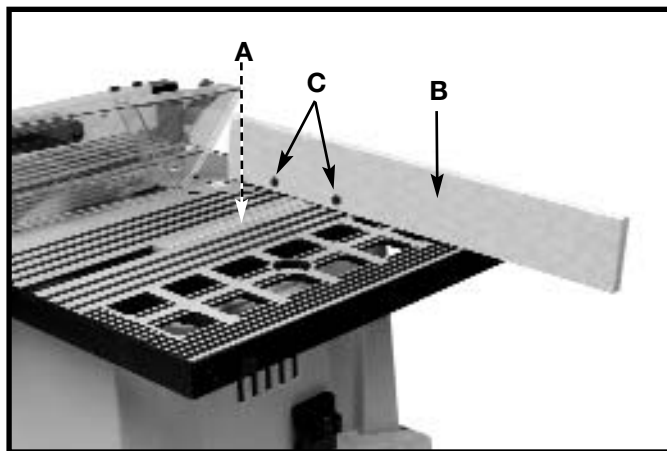

Fig. 39A
Pour une sécurité accrue et pour la commodité, ajouter à la jauge à onglet (A) un parement auxiliaire en bois (B) comme indiqué à la figure 39A, qui devrait être au moins 1 pouce (25,4 mm) plus haut que la profondeur maximum de coupe et prolongé jusqu'à 12 pouces (305 mm), ou plus d'un côté ou l'autre selon la fente utilisée pour la jauge à onglet. Ce parement en bois auxiliaire (B) se fixe à l'avant de la jauge à onglet à l'aide de deux vis à bois (C) à travers les trous fournis dans le corps de la jauge à onglet et dans le parement.